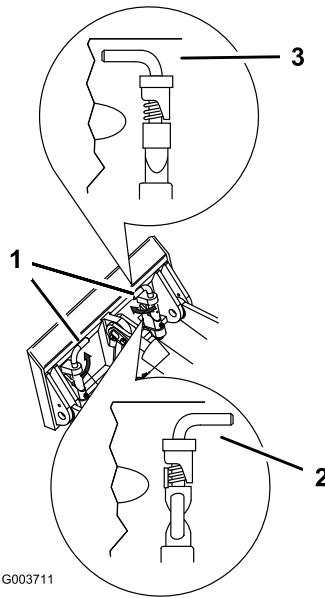

Figure 20
7. Engagez complètement les goupilles à fixation rapide dans la plaque de montage (Figure 20).